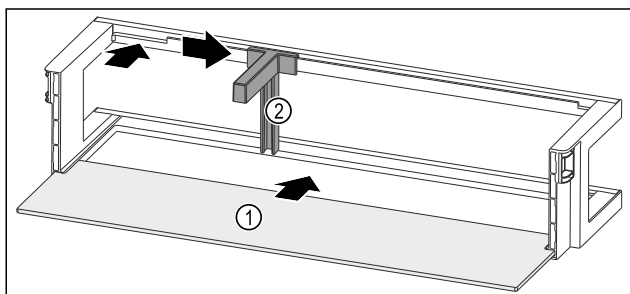

Fig. 89 Dveřní přihrádka s odkládací plochou
- ▶ Odkládací plochu Fig. 89 (1) zasuňte do bočních vybrání.
- ▶ Držák lahví Fig. 89 (2) vložte do vybrání.
- ▶ Držák lahví Fig. 89 (2) posuňte na stranu do požadované polohy.